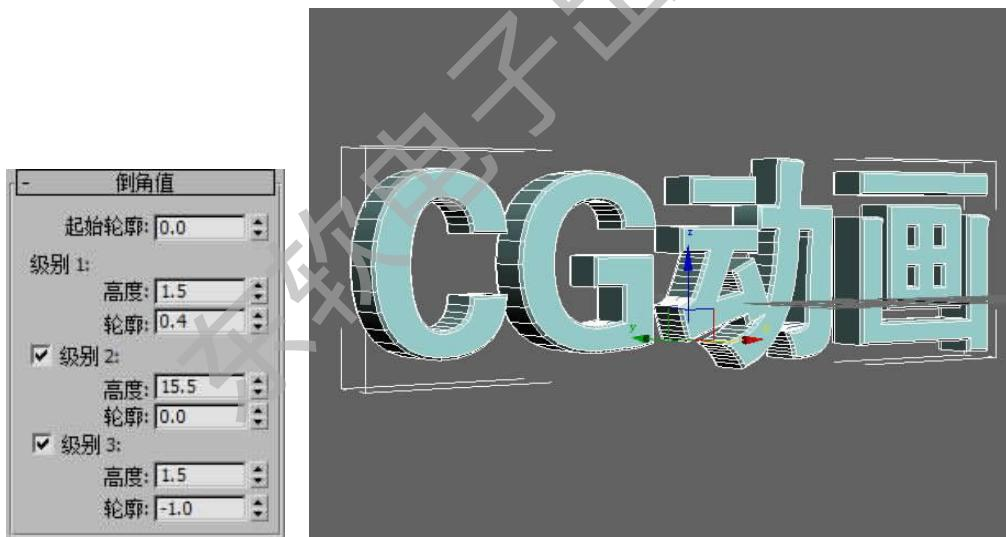

图 2-43 添加倒角修改器
Step 2. 进入 修改面板，在修改列表中选择“倒角”修改器，并修改其参数，如图 2-43 示。